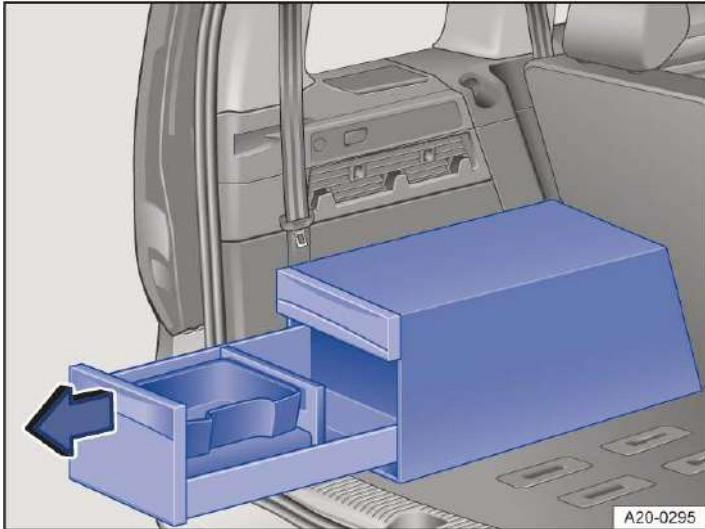

Abb. 1 Miniküche: Staufach herausziehen (Prinzipdarstellung).
1. Zum Öffnen die Entriegelungstaste an der Griffleiste am Staufach drücken und das Staufach nach hinten herausziehen → *Abb. 1*.